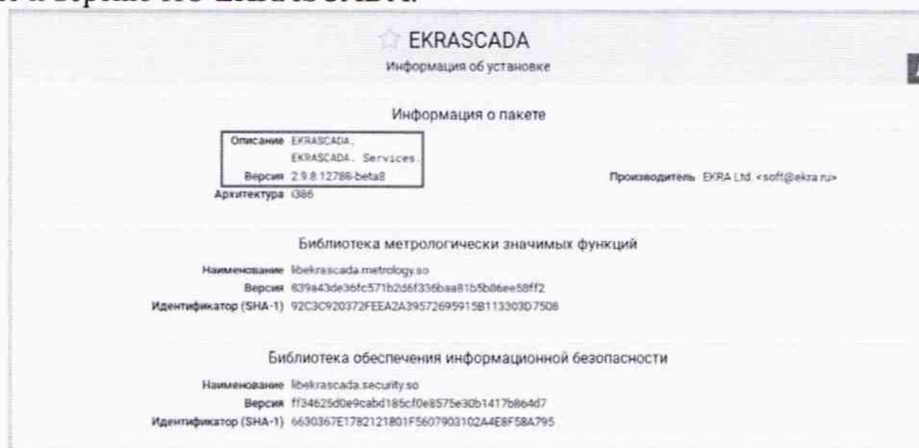

Рисунок 3 – Версии метрологически значимых библиотек УСПД с ОС семейства Linux
9.2. Через web-браузер установить защищенное соединение с УСПД (<https://xx.xx.xx.xx:10000>, где xx.xx.xx.xx-IP адрес УСПД). Авторизоваться, перейти в раздел обновления ПО «EKRASCADA -> Обновление» (для ОС семейства Linux, см. рисунок 3) и зафиксировать наименование и версию ПО EKRASCADA.